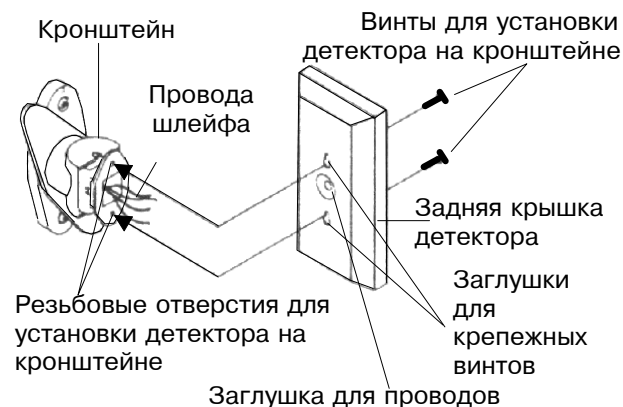

Рис.4
- б). Удалите заглушку в задней крышке детектора (рис.4) и введите провода шлейфа в детектор.